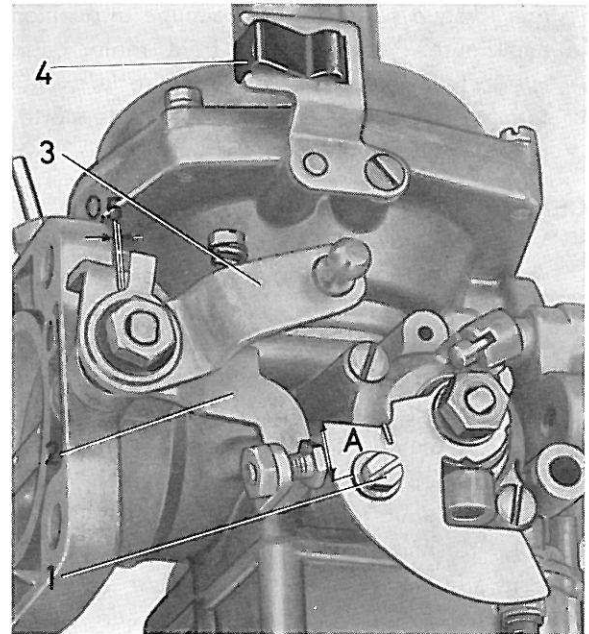

Figure 86. Réglage du ralenti accéléré
4. Dévisser la vis (1) jusqu'à ce que le moteur commence à galoper. Revisser ensuite cette vis, encore jusqu'à ce que le moteur galope et noter le nombre de tours faits par la vis. Régler ensuite la vis dans une position située entre les deux positions mentionnées.
5. Régler la vis de ralenti accéléré jusqu'à ce qu'elle commence à toucher la plaque formant came en un point se trouvant de 11 à 13 mm (A, figure 86) du bord supérieur de cette pla-
avoir un jeu de 0,5 mm entre les bras d'entraînement du levier de la commande d'accélérateur et du levier intérieur (figure 86).